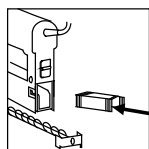

Рис. 3
3. Вставьте одну обойму скоб или обойму гвоздей в выемки тоннеля (рис. 3, 4).